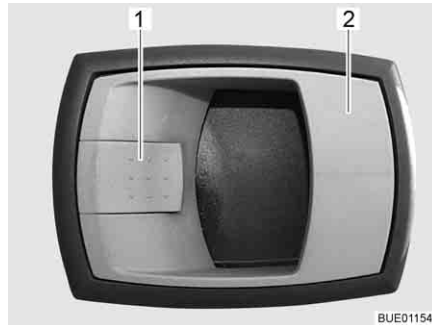

Bild 30 Dörrlås ingångsdörr, insida
- Öppna:** ■ Drag i handtaget (Bild 30,2). Dörrlåset låses upp.
- Låsa:** ■ Tryck på låsspaken (Bild 30,1).